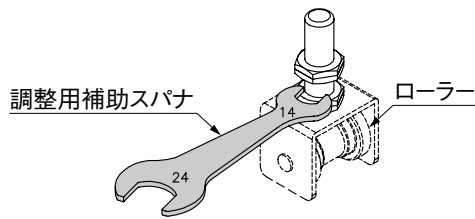

図6-1
- ① 調整用補助スパナの対辺14側を、上ローラーのシャフト部に差込んでください。(図6-1参照)